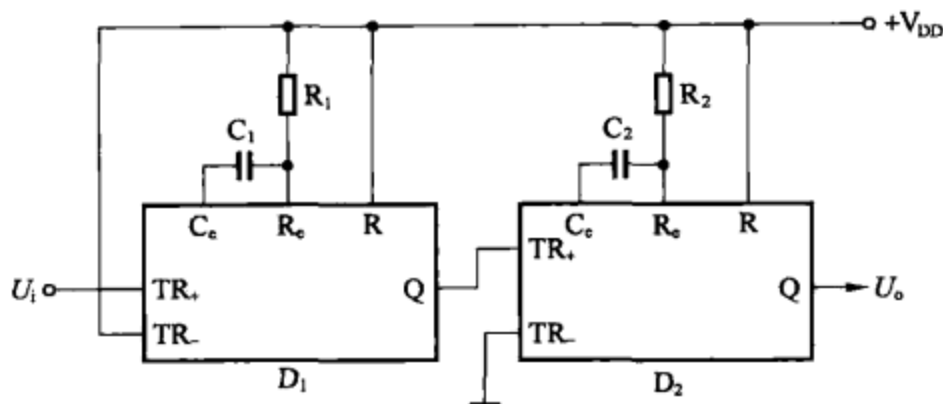

图 8-32
(3) 图 8-32 所示为脉冲延迟电路，由两个单稳态触发器 D_1 和 D_2 构成，可以将脉冲信号整体延迟一定时间。脉冲延迟时间由 D_1 的外接定时元件 R_1 和 C_1 的大小决定，延迟后的脉冲宽度由 D_2 的外接定时元件 R_2 和 C_2 的大小决定。